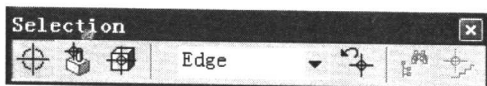

图 1-8 按下选择通用对象按钮
- 将选择工具条 (Selection) 中的选择通用对象 (Select General Objects) 按钮按下，过滤器类型 (Type Filter) 设置为边缘 (edge)，见图 1-8。